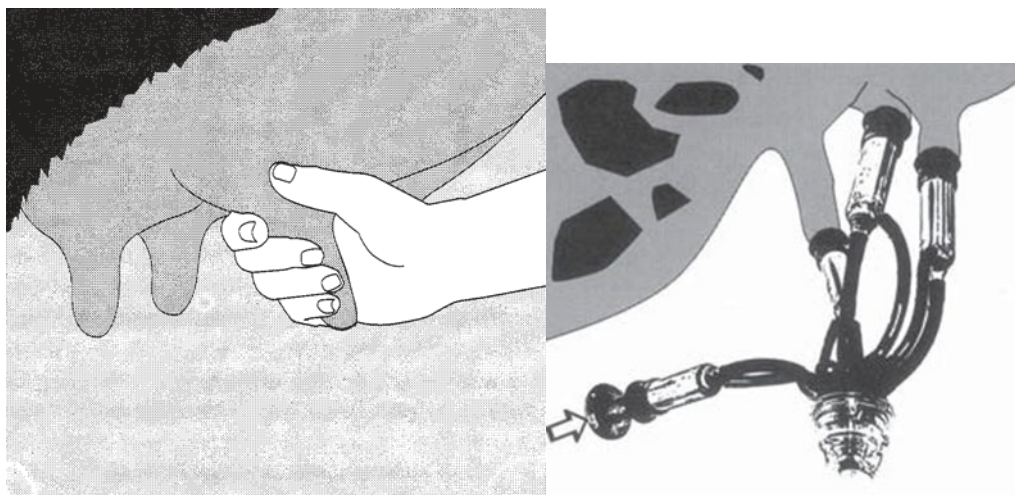

Figura 9 Figura 10
3.2.1. Unele vaci nu sunt obișnuite să fie mulse cu aparatul. Din această cauză trebuie să verificați dacă în mameloane există sau nu lapte. (Figura 9)